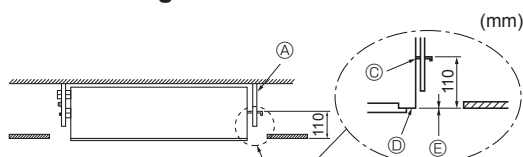

Fig. 2-9
5. Serrare tutti i dadi. (Fig. 2-9)
① Bullone di sospensione (3/8" o M10)      ⑤ Rondella ①
② Tubo di plastica trasparente
③ Parte inferiore della staffa
④ Fissare il pannello anteriore qui.
⑤ Far sì che queste superfici siano a livello fra loro (0 - 3 mm).